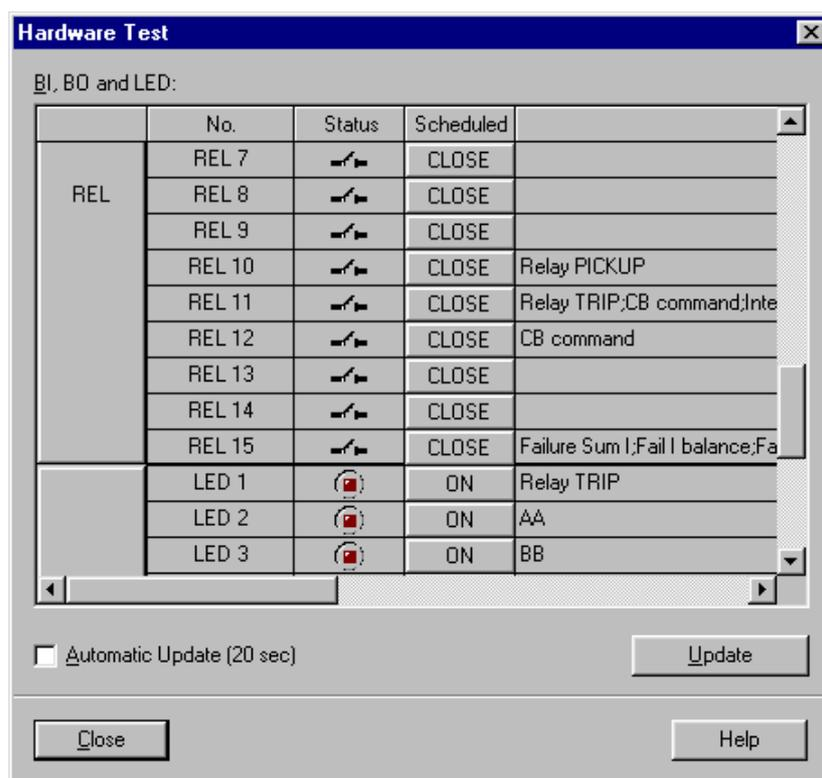

Рисунок 8-16 Окно диалога тестирования входов/выходов
- ❑ Выберите из перечня **Hardware Test** и дважды щелкните по нему. Откроется окно диалога с таким же именем (смотрите Рисунок 8-16).